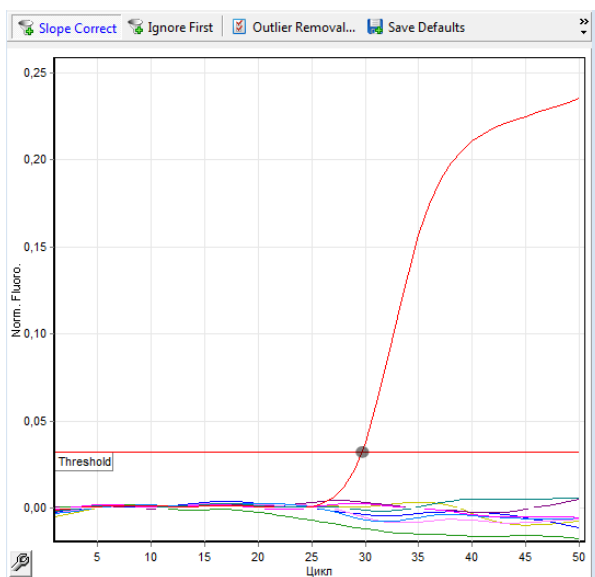

Рис. 2. Выставление пороговой линии на начале линейного участка для **KO+.**
8. В разделе **CT calculation** установите **Threshold** – 0,1. Далее вручную опустите пороговую линию в окне с графиками флуоресценции до уровня начала линейного участка для графика, соответствующего **KO+**. См. рис. 2. Продолжайте анализ результатов в соответствии с разделом **Анализ результатов** данной инструкции